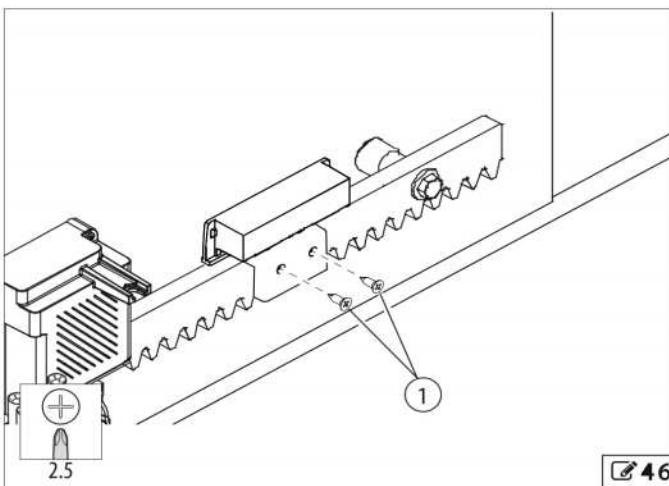

FIG. 46
7. Colocar el final de carrera magnético de apertura (FIG. 46) sobre la cremallera, buscando el punto en que el led correspondiente se apaga (ver las tablas anteriores).